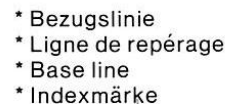

Abb. 7/ Fig. 7
3. Zum Einstellen der Auflagekraft einfach das Gegengewicht im Uhrzeigersinn drehen, bis die Anzeigeskala die vom Hersteller des verwendeten Tonabnehmersystems empfohlene richtige Auflagekraft anzeigt (Abb. 7) (z.B. 2 Pond).